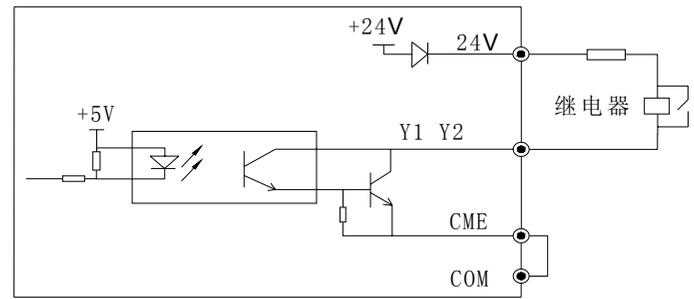

图 2-30 多功能输出端子接线方式1
5) 多功能输出端子Y1、Y2 (仅35R5GB/37R5PB及以上) 可使用变频器内部的24V电源, 接线方式请参见图2-30。